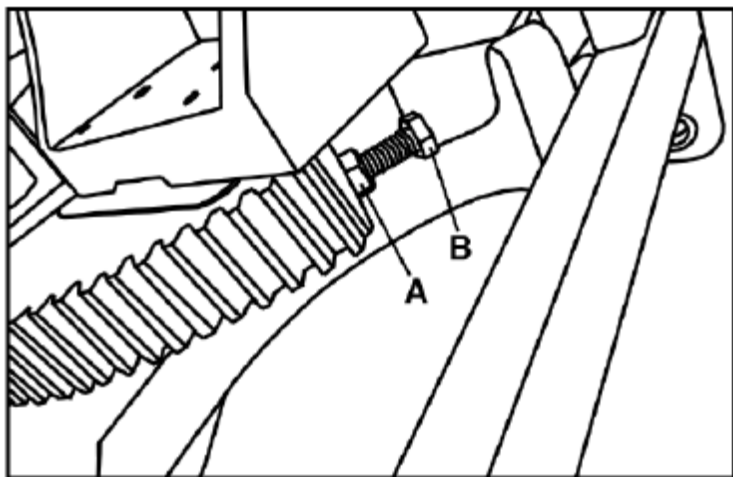

Рис. 27. Регулировка угла 90°
4. Если угол установки диска отличается от 90°, ослабить гайку (А), рис. 27, и ввернуть или вывернуть упорное кольцо (В). Упорное кольцо (В) должно упереться в передний кронштейн цапфы, когда диск установится на угол 90° к столу. При необходимости выполнить повторную проверку. Вновь затянуть гайку (А).